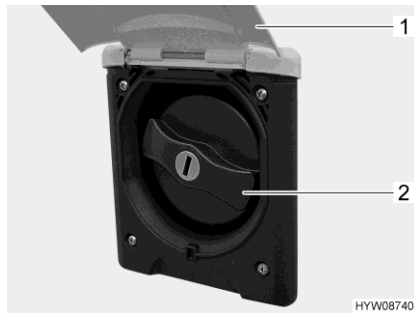

Bild 157 Lock (påfyllningsöppningen för dricksvatten)
- Fäll upp den utvändiga luckan (Bild 157,1).
- Vrid om det blå locket (Bild 157,2) en kvarts varv.